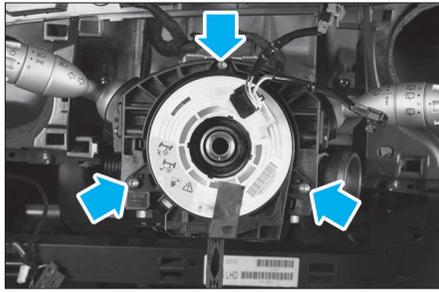

FIG. 10
- Dégager la partie inférieure de colonne de direction (2).
- Déposer le contacteur tournant (Fig.10).